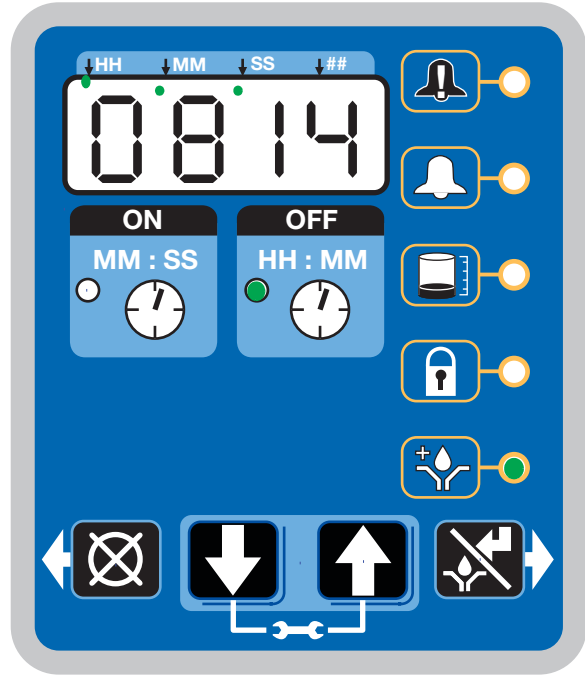

図 36
- オフ欄内のクロックの隣にあるLEDが点灯します(図 36)。
- 予備潤滑LEDが点灯します (図 36)。
- ディスプレイには潤滑サイクルが開始するまでの残りの時間が表示されます。図 36 に示された例は、潤滑サイクルが開始するまでに残された時間が8分14秒であることを示しています。